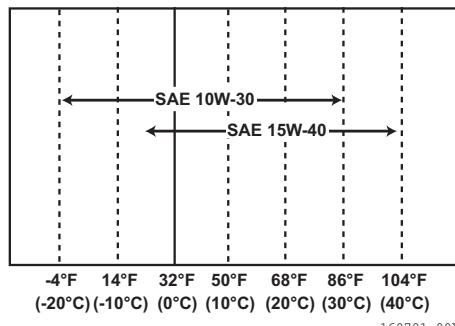

Figura 5
- Selecione a viscosidade do óleo baseando-se na temperatura ambiente onde o motor está a funcionar. Veja o Gráfico de Viscosidade da Qualidade de Serviço da SAE (**Figura 5**).